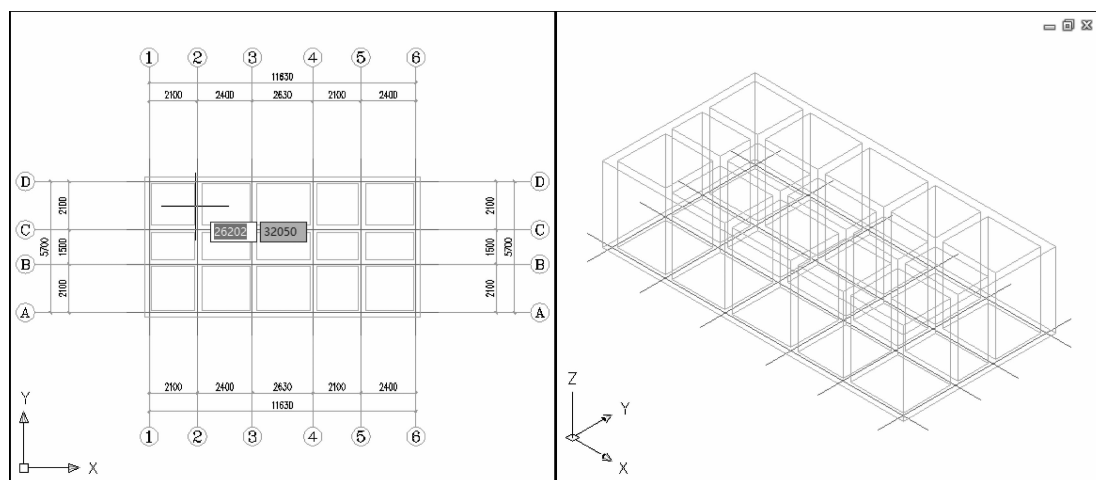

图 3-28 单击墙体一侧(墙面 UCS)
(5) 单击墙体一侧(沿 2 轴在 C 轴与 D 轴之间的墙体左侧),如图 3-28 所示。命令行提示如下: